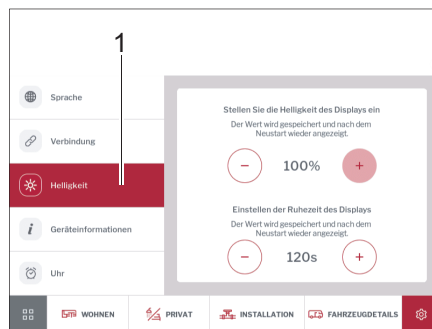

Fig. 282 Brillo
- Tocar en la opción *Brillo* (Fig. 282,1).